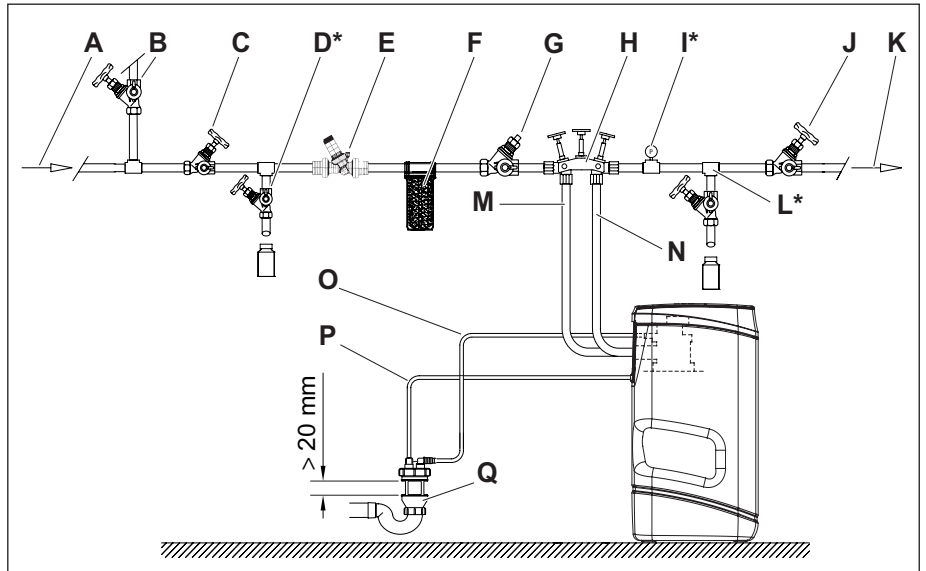

Abb. 3: Installationsschema
1. Vorgeschaltetes Absperrventil (Abb. 3/C) und Absperrventil (Abb. 3/J) sperren.
2. Prüfventile (Abb. 3/D und Abb. 3/L) öffnen.
Das Manometer (Abb. 3/I) muss einen Druck von 0 bar anzeigen.
1. Trinkwasserfilter (Abb. 3/F) im Abstand von max. 1 m von der Verschneidearmatur auf der Eingangsseite des Wasserenthärters installieren.
2. Druckreduzierventil (Abb. 3/E) vor der Verschneidearmatur (Abb. 3/H) und dem Trinkwasserfilter (Abb. 3/F) installieren.